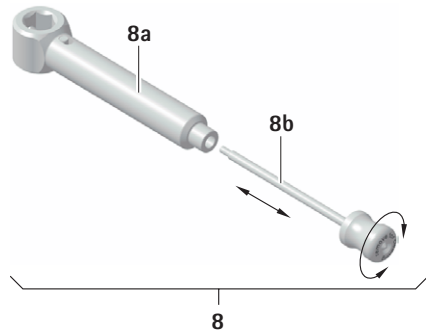

Fig. 2
- Inserir a barra de limpeza **8b** no contra-apoio **8a**, ver Fig. 2.